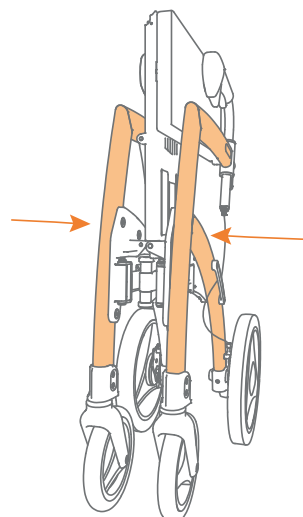

Figure 11C: Pousser le cadre davantage vers l'intérieur.
- e.** Poussez les côtés du cadre l'un vers l'autre jusqu'à ce que le déambulateur soit complètement plié (**Figure 11C**).